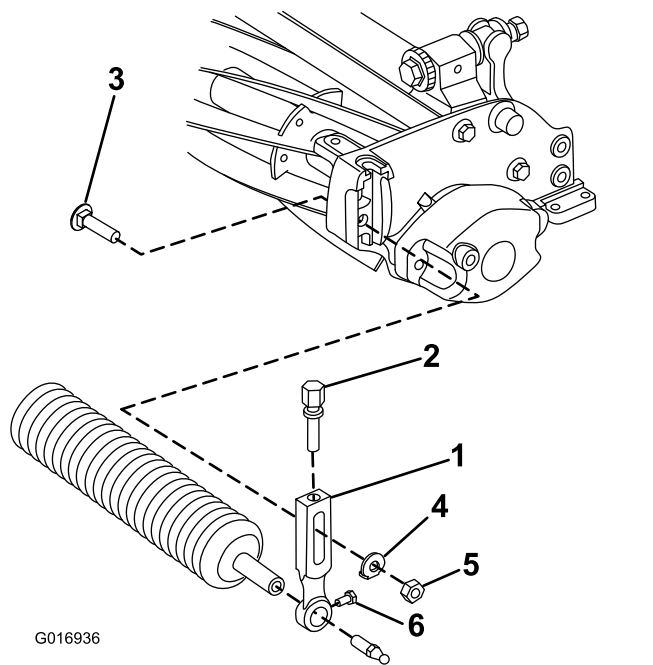

Figura 3
1. Retire o parafuso de arado, anilha e porca flangeada que prende um dos suportes de altura de corte (HOC) à placa lateral da unidade de corte (Figura 3).
2. Desaperte os parafusos de montagem do rolo nos suportes da altura de corte (Figura 3).
3. Deslize o veio do rolo para o braço da altura de corte na extremidade oposta da unidade de corte (Figura 3).
4. Deslize o suporte HOC para o veio do rolo (Figura 3).
5. Instale, sem apertar, o rolo na unidade de corte com o suporte HOC e dispositivos de fixação previamente removidos (Figura 3).
7. Aperte os parafusos de montagem do rolo (Figura 3).